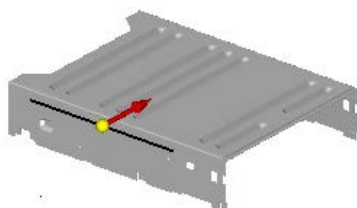
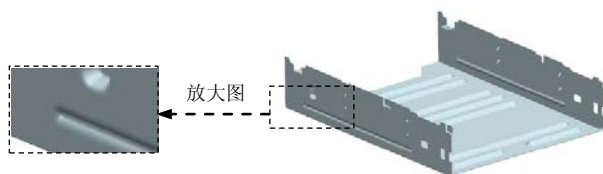

图 8.8.57 定义冲压方向
图 8.8.58 镜像特征 6
(3) 定义筋属性。在“加强筋”命令条中单击“侧步骤”按钮, 定义冲压方向如图 8.8.57 所示, 单击鼠标左键; 单击按钮, 在“横截面”区域选中 ☒ V 型(S) 单选项, 在“高度(H):”文本框中输入值 1.0, 在“半径(R):”文本框中输入值 1.0, 在“角度(A):”文本框中输入值 30; 在“倒圆”区域选中 ☒ 包括倒圆(I) 复选框, 在“凹模半径(D):”文本框中输入值 2.0; 在“端点条件”区域选中 ☒ 成形的(F) 单选项; 单击  按钮。
(4) 单击  按钮，完成特征的创建。
Step24. 创建图 8.8.58 所示的镜像特征 6。